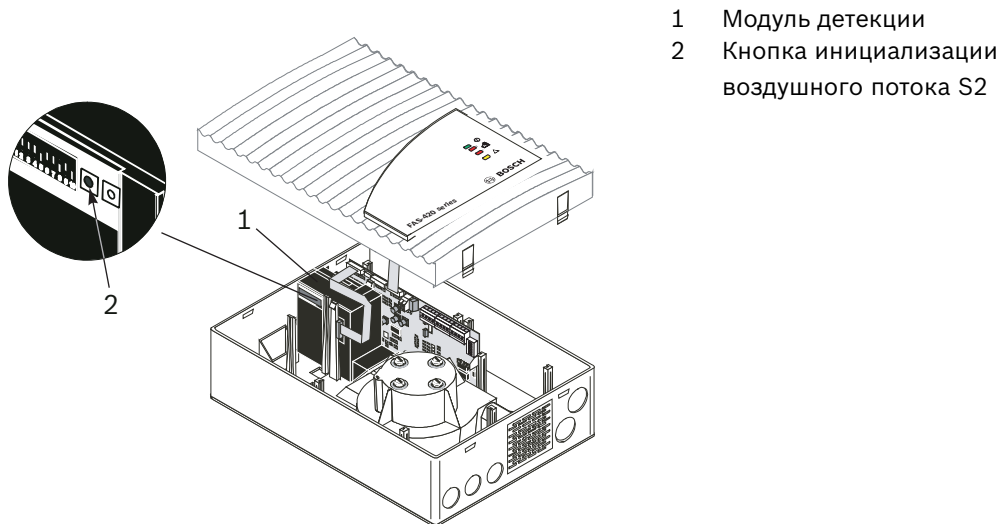

Рисунок 6.1 Калибровка сенсора воздушного потока вне зависимости от давления воздуха
2. Для инициализации подключенной системы трубопроводов нажмите кнопку S2 инициализации воздушного потока на соответствующем модуле детекции (см. *Рисунок 6.1*) и удерживайте ее до тех пор, пока зеленый светодиод работы на